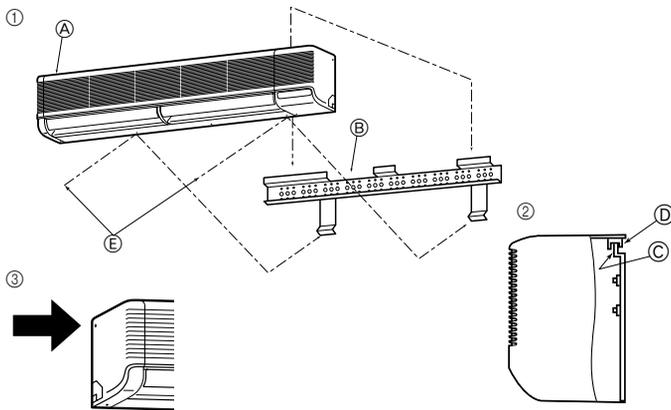

Fig. 3-11
3.4. Montering af den indendørs enhed (Fig. 3-11)